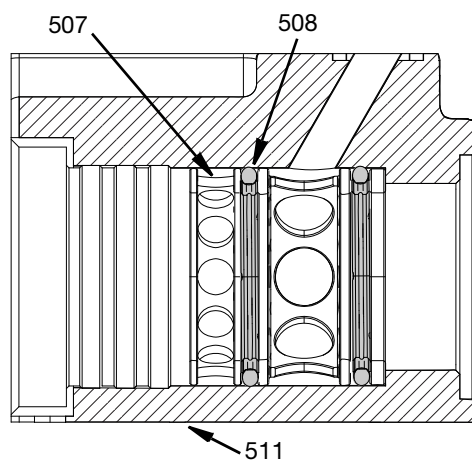

FIG. 23
- Inserire l'anello del distributore di filtraggio (507) nel foro dell'alloggiamento girevole (511). Si consiglia di utilizzare lo **Inseritore/Estrattore sede, materiale, 17V972** a pagina 38 e un martello a superficie morbida. Spingere l'anello del distributore di filtraggio e la guarnizione rotante (508) completamente contro l'anello di supporto del materiale (509). Vedere FIG. 23.